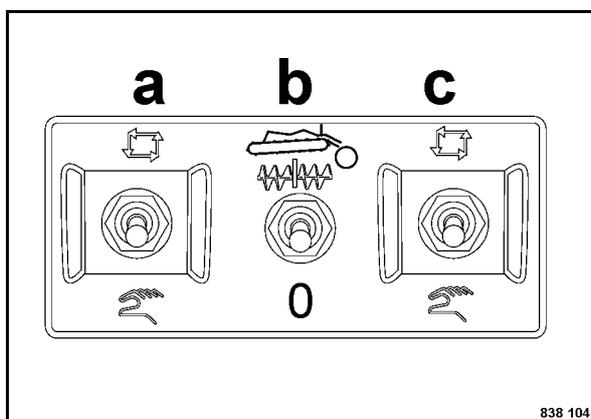

Fig. 98
- Per la distribuzione veloce del materiale riempito dal camion, utilizzare il pulsante b (Fig. 98).